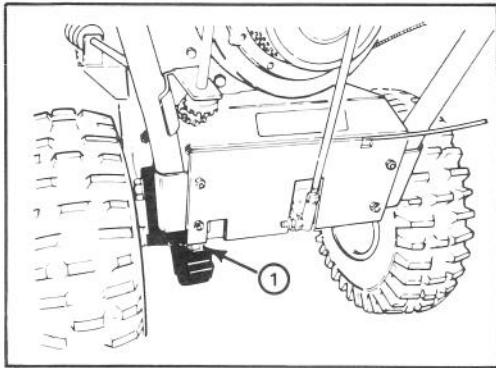

Figure 15
1. Une fois par an, la chaîne d' entraînement doit être lubrifiée à l'aide d'une huile pour chaîne (fig.15). Essuyez toute huile qui a coulé à l'extérieur.